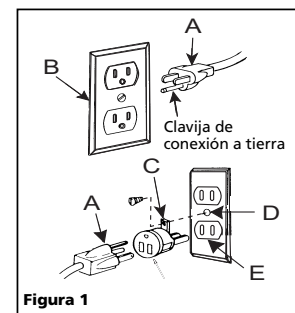

Figura 1
4. Esta herramienta está diseñada para usarse en un circuito que tenga un tomacorriente como el que está representado en la Figura 1. La herramienta tiene un enchufe con conexión a tierra, marcado (A). Se puede usar un adaptador temporal para conectar el enchufe en un receptáculo de 2 orificios (E). Este adaptador temporal se debe usar únicamente hasta que un electricista calificado pueda conectar un tomacorriente adecuado (B) con conexión a tierra. La lengüeta rígida de color verde (C) que sale del adaptador debe conectarse a una conexión a tierra permanente únicamente, tal como un tornillo de tomacorriente conectado a tierra correctamente (D).